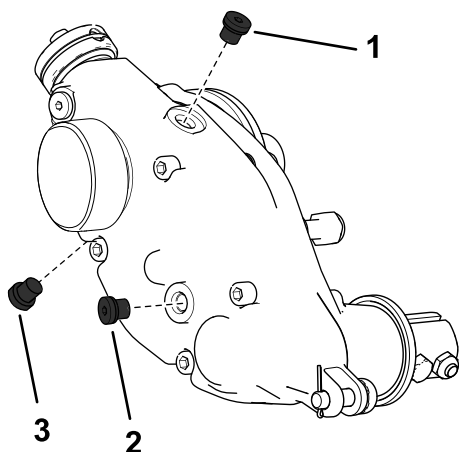

Figure 28
2. Retirez le bouchon de vidange au bas du carter (Figure 28).
3. Retirez le bouchon de remplissage sur le côté du carter et desserrez le bouchon d'aération au sommet pour permettre à l'air de circuler à l'intérieur (Figure 28).